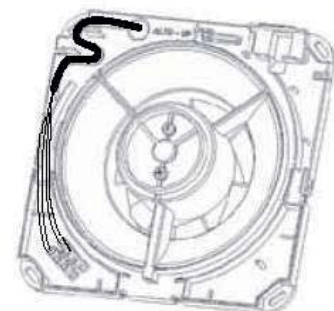

Fig. 11
4. Positionnez le câble d'alimentation dans l'emplacement antitraction prévu à cet effet (fig. 11).